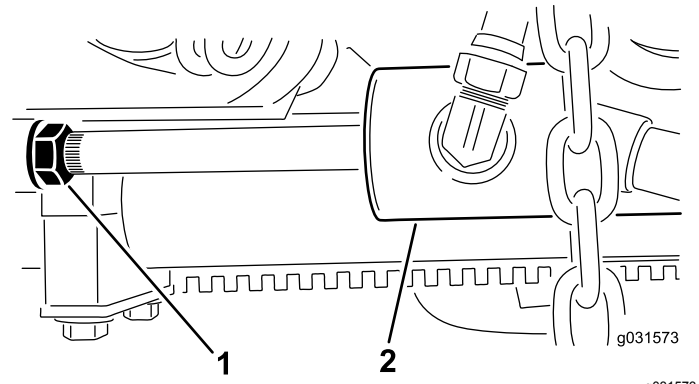

Figura 14
B. Afloje la contratuerca del cilindro (Figura 14).